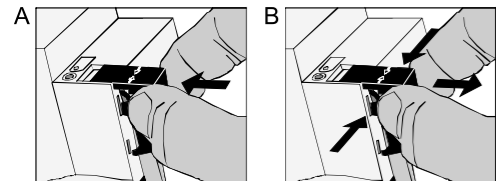

Bild 7: Abdeckkappe
- Abdeckkappe über die Busklemme schieben (Bild 7 A), bis sie einrastet.
- Abdeckkappe seitlich drücken und abziehen (Bild 7 B).